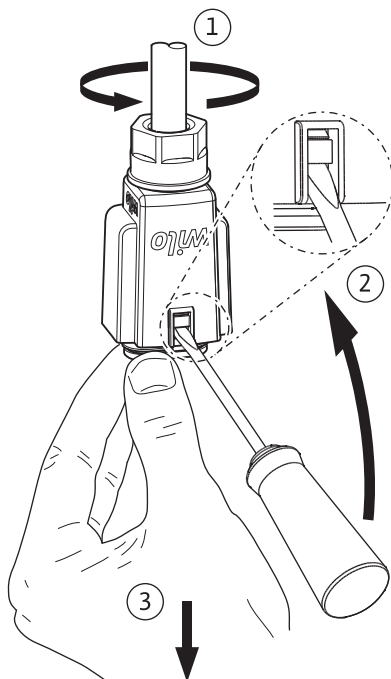

Fig. 6: Afmontering af Wilo-Connector
- Træk Wilo-Connector af pumpen, og afmontér den ved hjælp af en passende skruetrækker (Fig. 6).